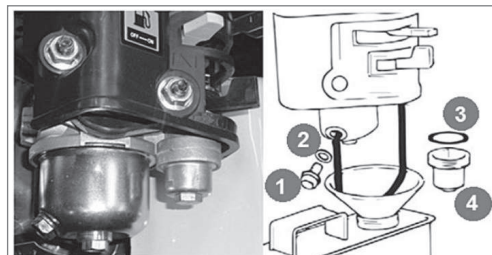

Рис. 10
3. Открутите болт сливного отверстия (1) и слейте топливо из поплавковой камеры карбюратора (Рис. 10).
4. Открутите стакан отстойника (4), вылейте из него топливо в ранее подготовленную емкость.